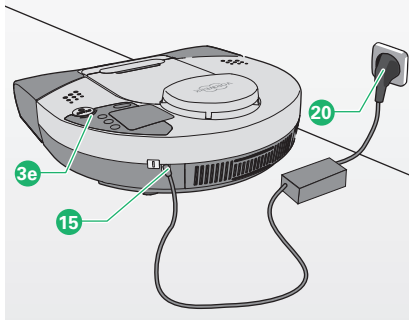

Bild 2.8 Aufladen mit Hilfe des Netzteils
- Schließen Sie das Netzkabel am Netzteil an und stecken Sie den Netzstecker **20** in die Steckdose (Bild 2.8 „Aufladen mit Hilfe des Netzteils“).